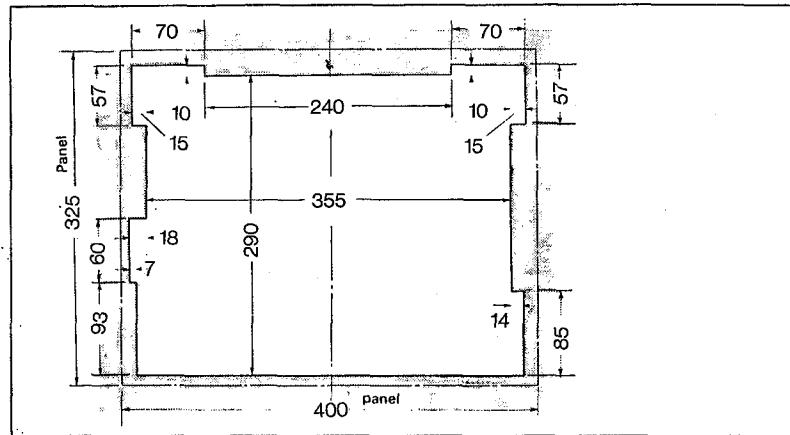

Abb.13 Montageschablone
- (1) In die Schrankwand sind an der für das Tonbandgerät vorgesehenen Stelle gemäß Abb. 13 einige Löcher zu bohren und ein Ausschnitt zu sägen.